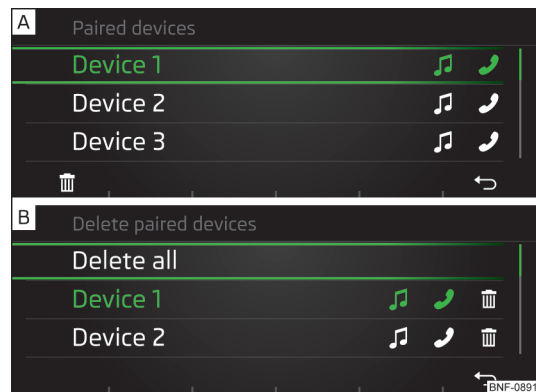

Fig. 118
På listen over parrede eksterne apparater vises symbolerne for Bluetooth®-profilerne ved den forbundne telefon » Fig. 118 – A.
- Vælg det eksterne apparat » Fig. 118 – [A] med regulatoren (◂).
- Tryk på funktionsknappen [ ] » Fig. 118 – [A].
- Vælg det eksterne apparat » Fig. 118 – [B] med regulatoren (◂).